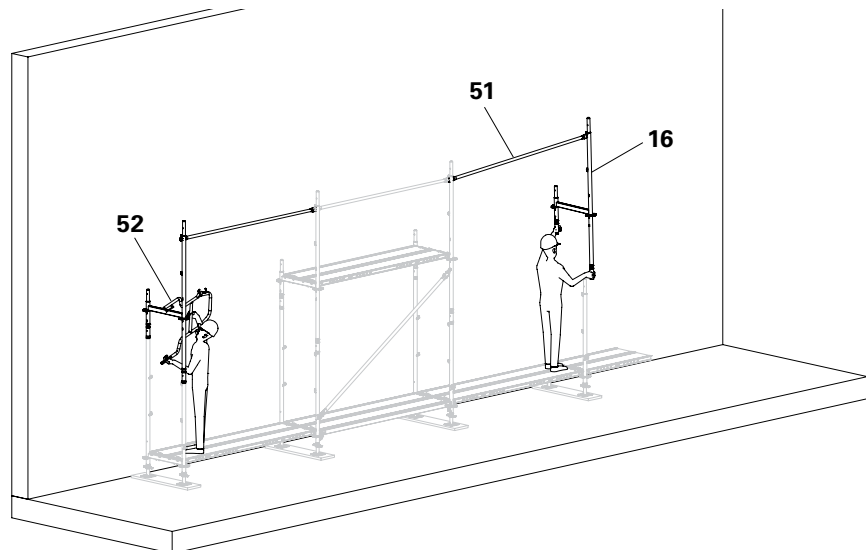

Abb. B3.02
4. Geländerholm EPG (51) an bestehendem Gerüstfeld einhängen und zusammen mit Easyrahmen EVF (16) aufstecken.
5. Am Endfeld vorlaufendes Stirngeländer UPA 67 (52) montieren, siehe Kapitel A3 Seitenschutz. (Abb. B3.02)